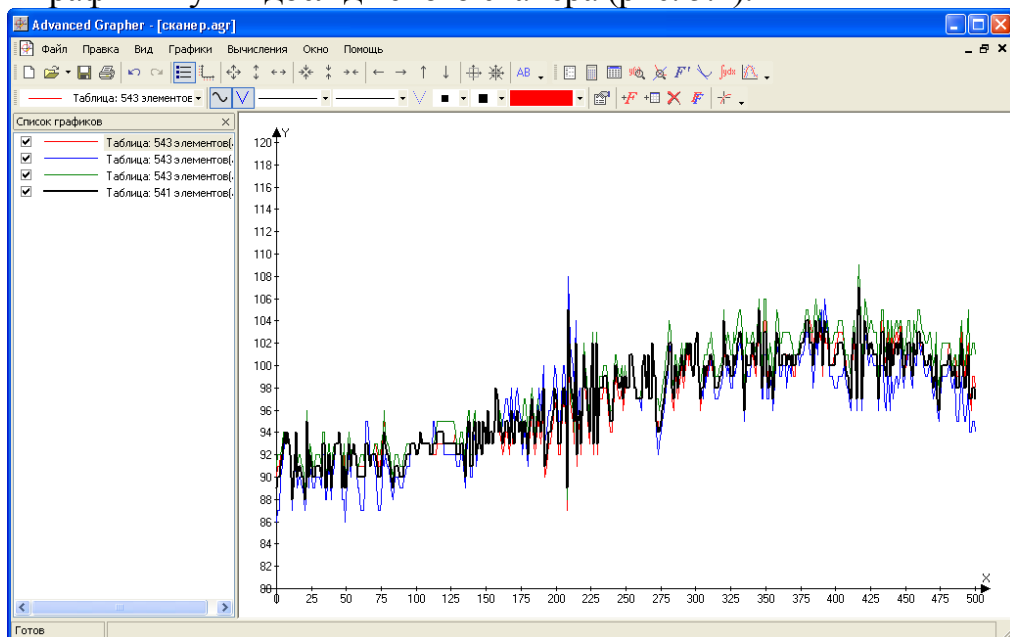

Рис. 5.2.
– завантажити по черзі текстові файли в програму *Advanced Grapher* для перегляду, у результаті чого, після встановлення параметрів перегляду будуть отримані графіки шумів дослідженого сканера (рис. 5.2).